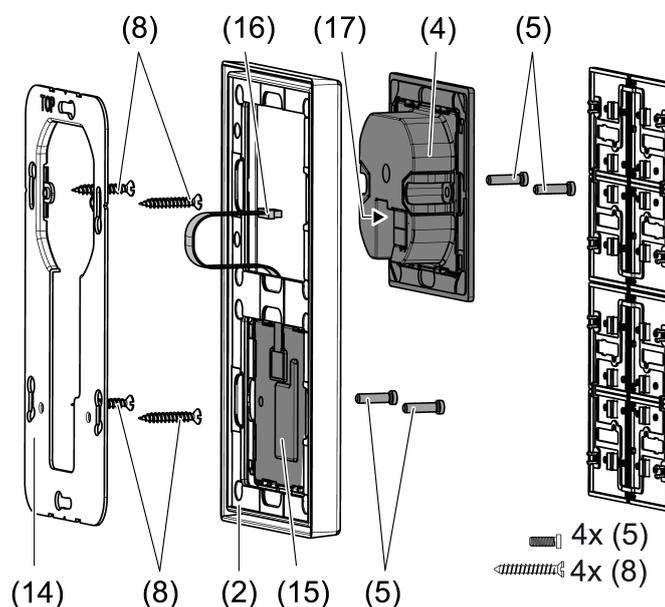

Bild 2: Montage mit Tastsensor-Erweiterungsmodul
Bei Verwendung des Tastsensor-Erweiterungsmoduls (siehe Bild 2): Bevorzugte Montage senkrecht. Großen Tragrings (14) verwenden. Bei Montage auf nur einer UP-Dose die unteren Schrauben in der Wand versenken, z. B. mit Bohrung  $\varnothing$  6 x10 mm. Tragrings als Schablone verwenden.
- Tragrings (1) bzw. (14) lagerichtig auf eine Gerätedose montieren. Kennzeichnung TOP = oben beachten; Kennzeichnung A oder B vorne. Dosenschrauben (8) verwenden (siehe Zubehör).
- Rahmen (2) auf Tragrings stecken.
- Tastsensor-Erweiterungsmodul (15) vorzugsweise unterhalb montieren. Anschlussleitung (16) zwischen Tragrings und Zwischensteg führen.
- Tastsensor-Erweiterungsmodul: Anschlussleitung (16) lagerichtig in Steckplatz (17) im Tastsensor-Modul einsetzen. Anschlussleitung nicht quetschen (siehe Bild 2).
- Tastsensor-Modul (4) mit KNX-Anschlussklemme (7) an den KNX anschließen und auf den Tragrings stecken.
- Tastsensor-Modul(e) optional mit Kunststoffschrauben (5) (siehe Zubehör) am Tragrings befestigen. Die Kunststoffschrauben nur leicht anziehen.
- Vor Montage der Tasten (6) die physikalische Adresse in das Gerät programmieren.